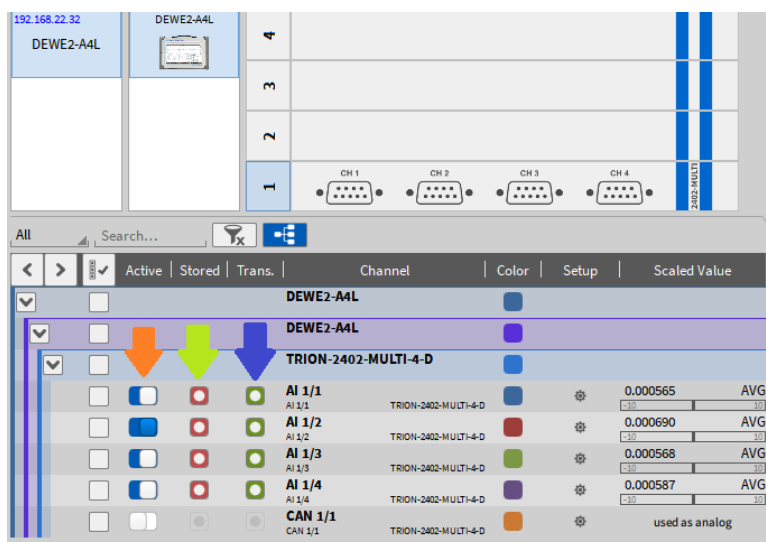

Abb. 15.17: Kanäle der Slave-Geräte in der Kanalliste der Master-Geräte sichtbar
Hardware-Kanäle von jedem Slave-Gerät können von jedem Master-Gerät aus konfiguriert werden. Dies umfasst alle einfachen und erweiterten Kanaleinstellungen mit Ausnahme der Spalte „Gespeichert“ (grüner Pfeil in Abb. 15.17) in der Datenkanalübersicht. Für Multi-Master-Systeme bedeutet dies, dass Eigenschaftsänderungen von Hardware-Kanälen auf einem Master-Gerät automatisch auf jedem anderen Master-Gerät umgesetzt werden. Um Kommunikationskonflikte zu vermeiden, empfehlen wir dringend, diese Einstellungen zum selben Zeitpunkt jeweils nur auf einem Master-Gerät zu konfigurieren.
- Aktiv: Der mit einem orangefarbenen Pfeil markierte Schieberegler in Abb. 15.17 aktiviert oder deaktiviert die Datenerfassung eines Kanals.
- Gespeichert: Die rote Schaltfläche mit dem grünen Pfeil in Abb. 15.17 ermöglicht das Speichern der Daten
- Trans: Die in Abb. 15.17 mit einem blauen Pfeil markierte grüne Taste ermöglicht die Datenübertragung vom Slave-Gerät zum Master-Gerät.